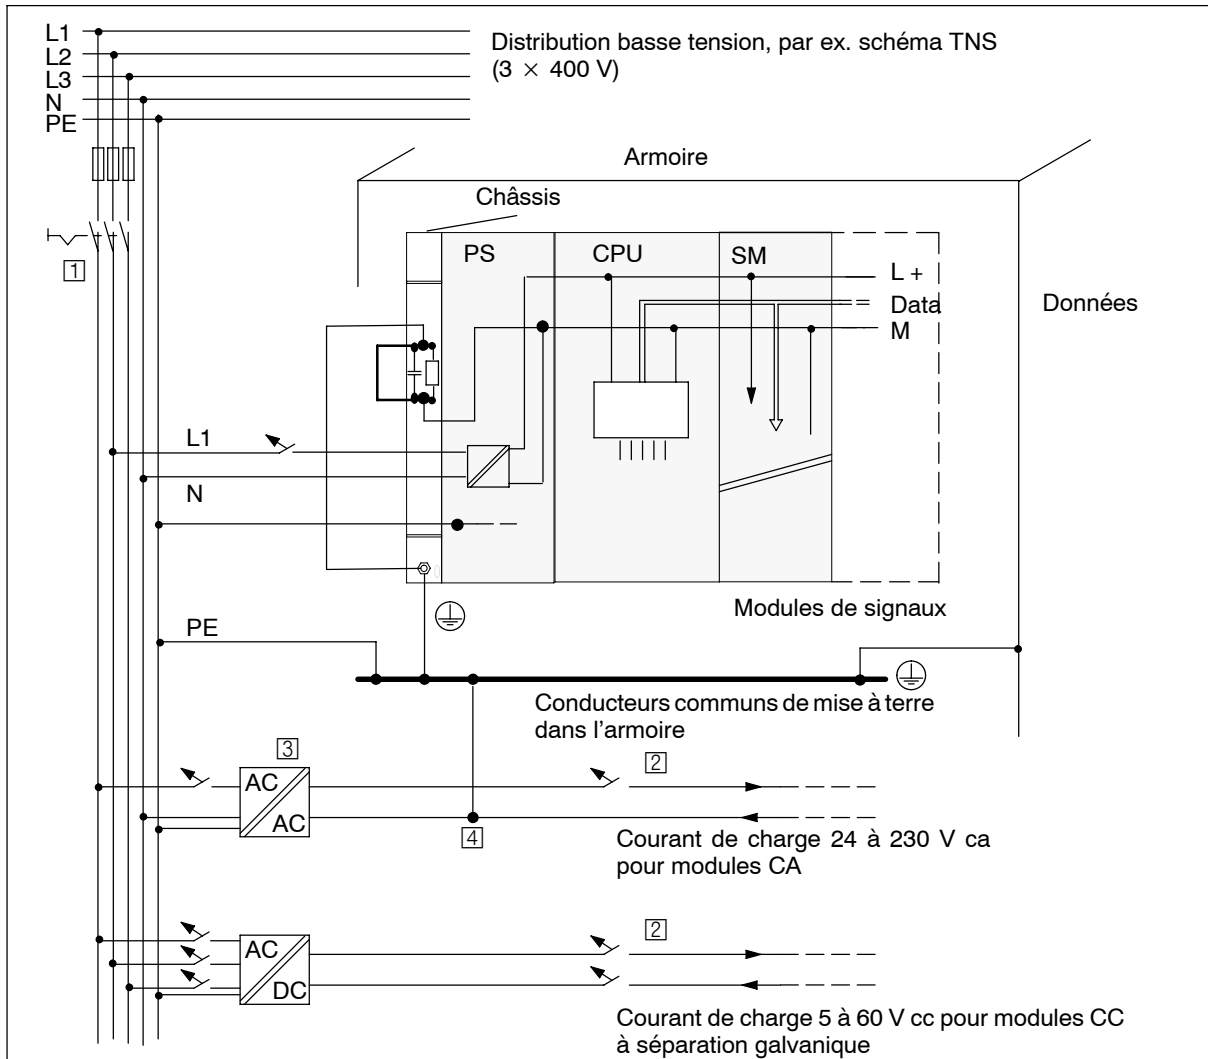

Figure 4-1 S7-400 avec alimentation mise à la terre
Divers composants et diverses mesures de protection sont prescrits pour l'établissement d'une installation complète. Le type de composants et le caractère obligatoire des mesures de protection dépendent des normes VDE, VDE 0100 ou VDE 0113 qui entrent en application pour votre type d'installation. Le tableau ci-après se rapporte à la figure 4-1.
Le potentiel de référence commun (terre) assure une parfaite sécurité de fonctionnement. Sur l'alimentation externe (borne L- ou M) ou sur le transformateur de séparation, prévoyez une liaison amovible avec le conducteur de protection (voir figure 4-1, ④). Ceci vous facilitera la localisation des défauts à la terre en cas de carences dans la distribution énergétique.
La figure 4-1 montre le raccordement du S7-400 dans une installation complète (alimentation externe et principe de mise à la terre), avec une alimentation par un réseau en schéma TNS.